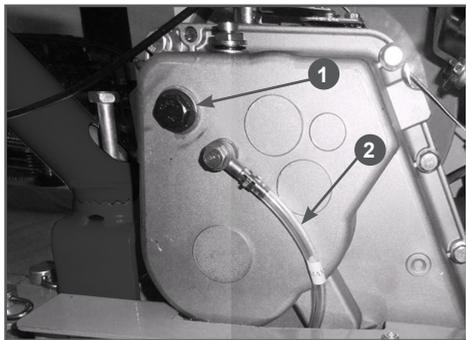

Рис. 23 Заправка масла в коробку передач
3. Открутите пробку 1 маслозаливного отверстия (Рис. 23).
7. Контролируйте уровень масла в коробке передач с помощью специальной трубки 2 (Рис. 23). Уровень масла в коробке передач должен быть по верхнюю метку «МАХ» на трубке. Долейте масло до требуемого уровня.